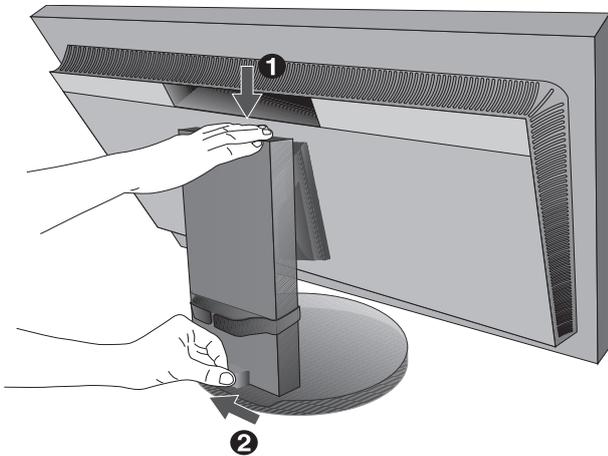

Figure B.1
- Le bouton de verrouillage permet d'empêcher le réglage de la hauteur. Placez votre main sur la partie supérieure du support et appuyez sur l'écran pour l'abaisser complètement. Déplacez le bouton de verrouillage pour libérer le support (**Figure B.1**).